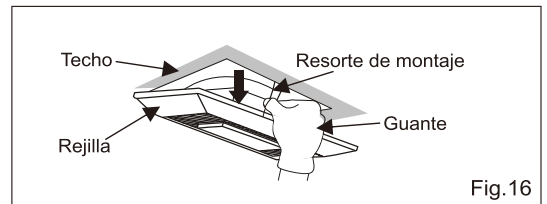

Fig. 16
2. Quite un resorte de montaje. (Fig. 16)